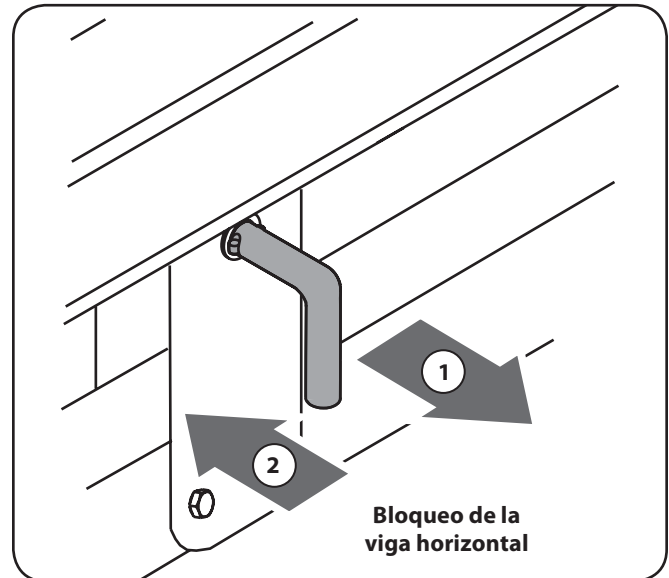

Figura 5-3
- El bloqueo de la vigueta horizontal se traba automáticamente. El bloqueo a resorte encaja a presión en su lugar cuando la vigueta se baja a esta posición. Vea la Figura 5-3.